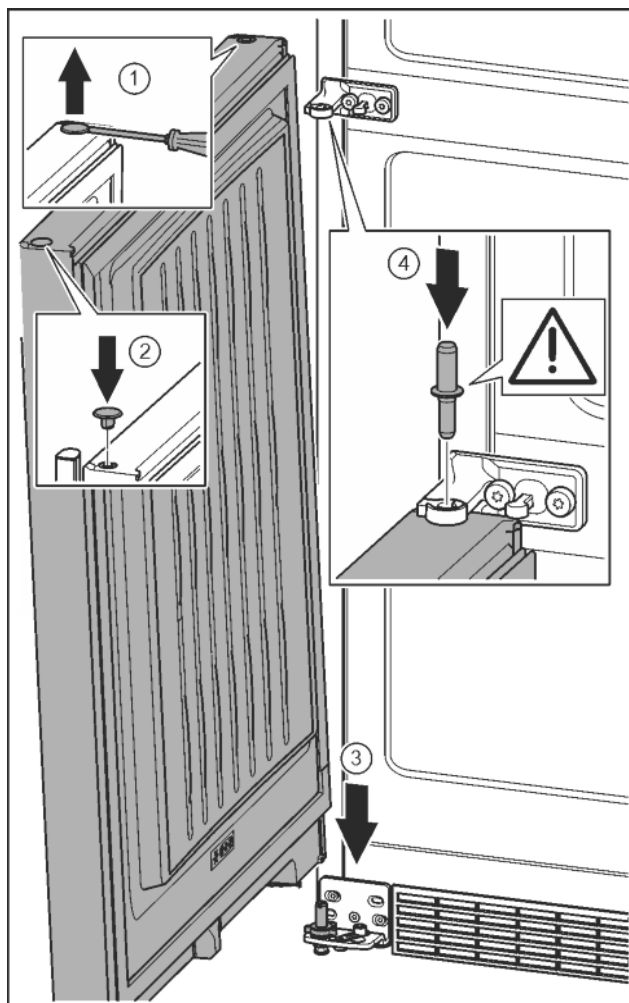

Fig. 22
- ▶ Zatyczkę ostrożnie podważyć przy pomocy śrubokręta i wyjąć. Fig. 22 (1)
- ▶ Zatyczkę założyć ponownie z drugiej strony drzwi. Fig. 22 (2)
- ▶ Założyć drzwi od góry na dolny sworzeń zawiasu. Fig. 22 (3)
- ▶ Przełożyć środkowy sworzeń zawiasu przez środkową płytkę zawiasu, wkładając go w dolne drzwi. Przy tym zwrócić uwagę, by krzywka zatraskowa wskazywała do tyłu. Fig. 22 (4)